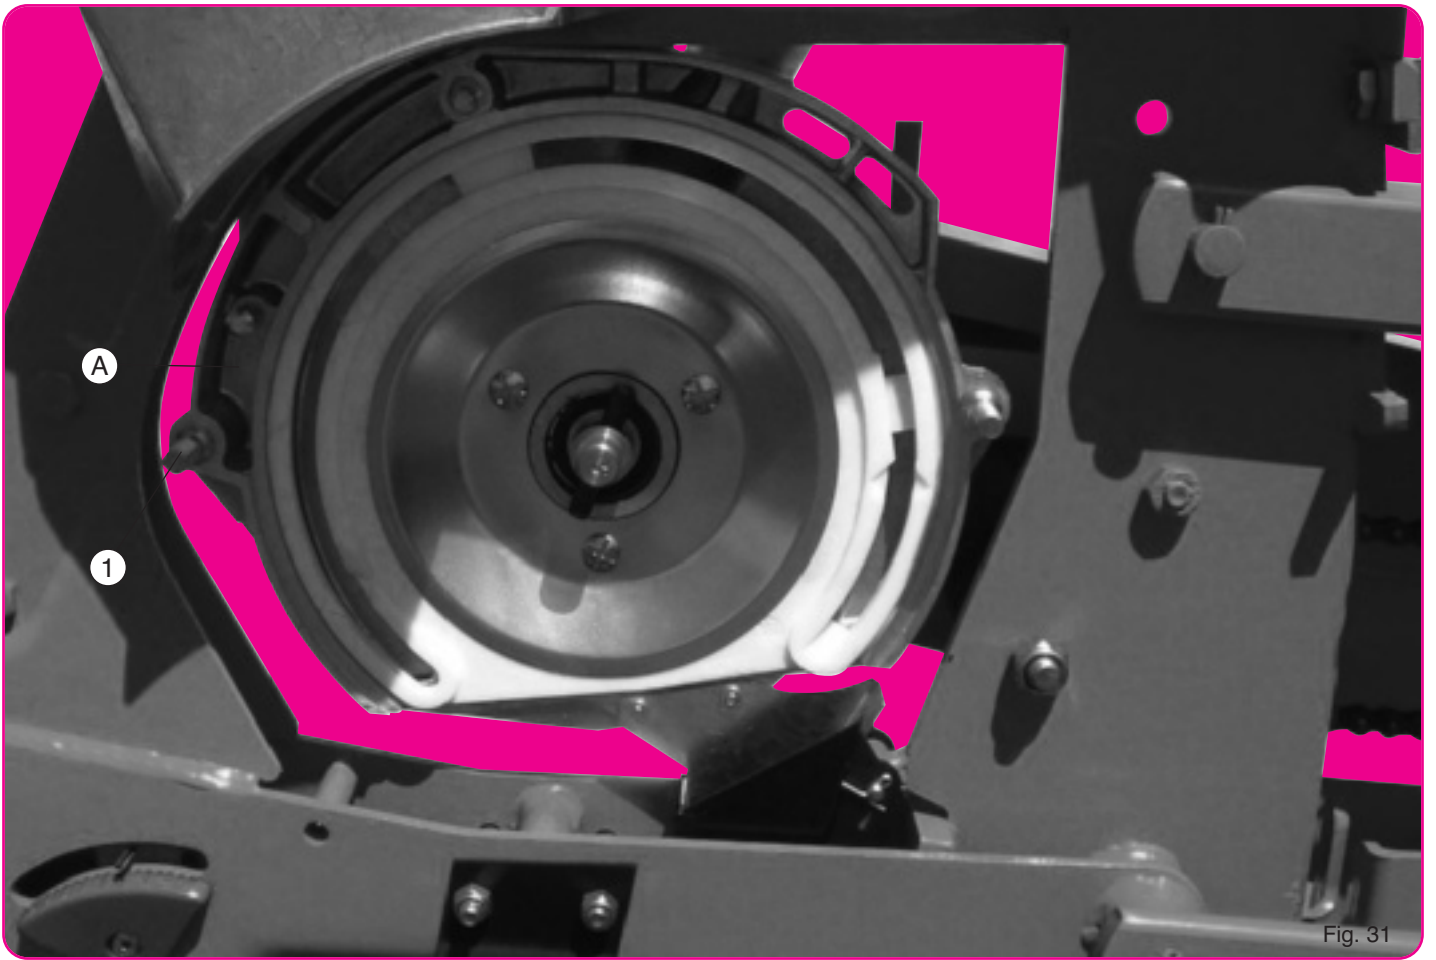

Fig. 31
- C - Disco di distribuzione con agitatore o ruota ad alette (fig. 31).